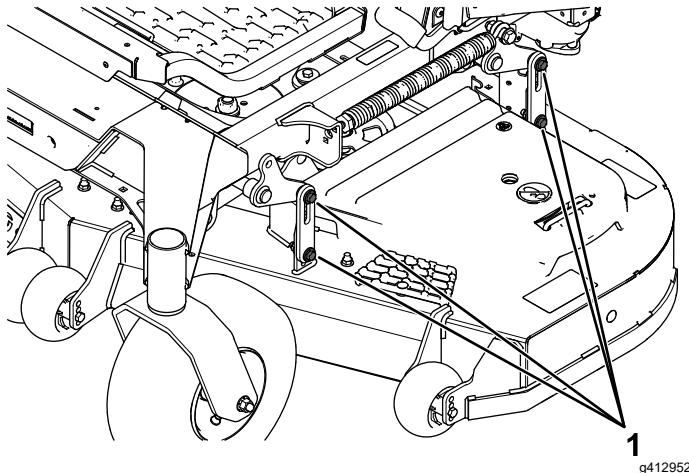

Figura 87
16. Allentate i bulloni (Figura 87) sui 4 angoli e assicuratevi che il piatto di taglio sia saldamente in sede su tutti e 4 i blocchi.